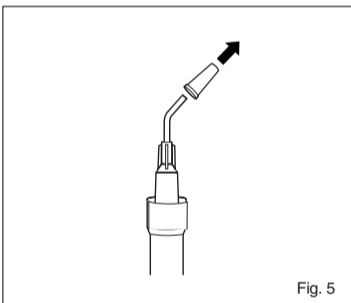

Fig. 5
- Remove cover from the dispensing tip on the syringe (Fig. 5).
- Die Schutzkappe der Dispensenspitze entfernen (Abb. 5).